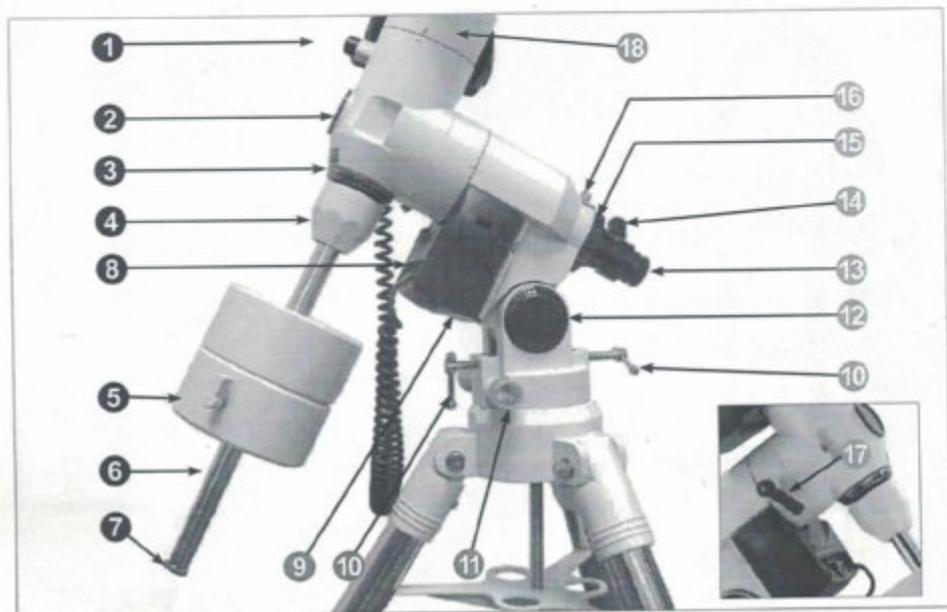

图1a: 详细展示赤道仪的组件
- ⑨ 赤经马达组: 由手控盒控制。沿赤经轴驱动望远镜转动, 跟踪工作时必须拧紧赤经锁以便赤道仪正常运行。
- ⑩ 地理纬度调节手柄(图1a/10): 设置观察位置的纬度。当您拧紧一个手柄, 拧松另一个, 两个调节手柄在一推一拉的操作中工作。
- ⑪ 对极微调旋钮: 在望远镜目镜确定北极星为中心时左右微调侧向运动, 或者使用极轴镜对准时用。
- ⑫ 纬度盘: 使用纬度调节手柄在这个刻度盘上设置观察点的纬度。
- ⑬ 极轴镜: 使您的望远镜精确地与北极星对齐。
- ⑭ 极轴照明器: 旋转旋钮打开LED灯以确保照亮极轴镜分划版上的星座图案, 对准完成后请关闭。
- ⑮ 赤经度盘: 指示星体在赤经方向上的转动, 与地球同步, 24小时360度。
- ⑯ 赤经定位钉: 锁定正确的经度位置。
- ⑰ 赤经锁: 控制望远镜手动移位。逆时针旋开赤经锁, 使望远镜能绕赤经轴自由旋转, 然后顺时针旋紧望远镜, 以防止望远镜出现手动移位, 但却可通过手控盒在赤经马达的驱动下运动。
- ⑱ 赤纬马达: 由手控盒控制。沿赤纬轴驱动光学仪器, 赤纬锁(图1a/1)必须拧紧以便赤纬马达运行。
为了使望远镜稳定在三脚架上并平稳移动，望远镜必须是稳定的。为了平衡望远镜，打开赤经或赤经锁(图1a/17)，当赤经轴解锁后，望远镜在赤经轴上转动，稍后的过程中，您可以同时打开赤纬或赤纬锁(图1a/1)，当赤纬轴解锁后，望远镜在赤纬轴上转动，望远镜的大部分运动都是分别或同时围绕这两个极轴运动而进行的。
1. 牢牢抓住光学仪器以保证望远镜不会随意摆动。打开赤经或赤经锁(图1a/17)，当赤经轴解锁后，望远镜在赤经轴上转动，旋转望远镜使配重轴(图1a/6)与地面平行(水平)。
2. 解开配重锁定手柄并沿着配重轴滑动配重(图1a/5)，直到望远镜保持在一位置，不倾向任何一个方向上漂移。然后移。然后重新收紧配重锁定手柄，将平衡配重锁定在适当位置。
3. 再次，望远镜的卡箍保证望远镜不会随意滑动，锁紧赤经锁(图1a/17)，解开赤纬锁(图1a/1)。此时望远镜能够自由地绕赤纬轴运动。松开卡箍锁紧手轮，使镜筒可在卡箍中来回滑动。将镜筒在卡箍中移动直到望远镜保持在一个平衡位置，不倾向任何一个方向漂移。重新锁紧赤纬锁(图1a/1)。
- 当你希望找到一个物体去观察时，首先松开望远镜的赤经锁(图1a/17)和赤纬锁(图1a/1)，望远镜现在在它的轴上可以自由转动了。分别解锁两个极轴并练习移动望远镜，然后练习同时解开两极轴。要了解望远镜的运动方式，这一步是非常重要的，因为赤道仪架头的移动不是很直观的。